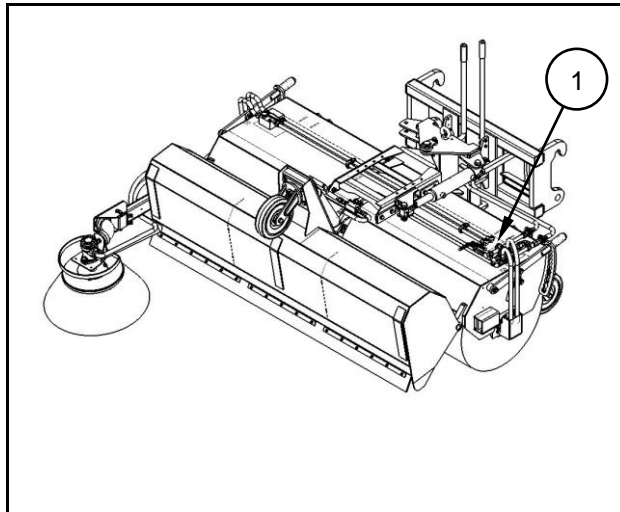

Fig. 6.1
- Absperrhahn (1) für den Entleerungszyylinder (Fig. 6.1) schließen (muss zur hinteren Lenkrolle zeigen).